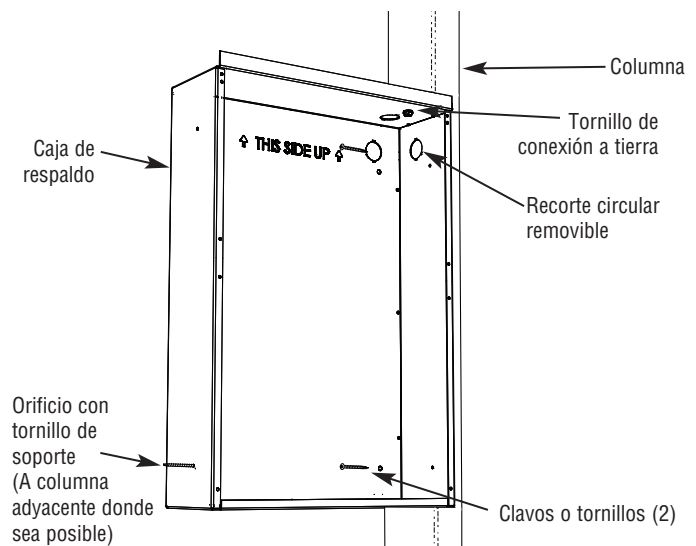

Figura 2 - Sujeción de la caja de respaldo a la columna
1. En construcción nueva sin pared terminada, coloque la caja de respaldo contra el lado de la columna permitiendo que el lado se extienda más allá de la columna de modo que la caja quedará a ras con la superficie de pared terminada. (Durante la instalación, usted debe conocer el espesor de la pared terminada). Asegure la caja a la columna utilizando dos tornillos (no incluidos) según se muestra en la Figura 2.
- a. Cuando sea posible, instale un tornillo largo adicional (tal como un tornillo para madera de 3") a través del orificio de montaje inferior y dentro de la columna más cercana (vea la Figura 2). Tenga cuidado y no apriete en exceso el tornillo ya que esto deformará la caja de respaldo y dificultará o hará imposible la instalación del conjunto calefactor. El tornillo sólo debe apretarse lo suficiente para mantener el tornillo en su sitio.
- b. Taladre un orificio pequeño en la caja de respaldo a ras con la superficie interior de la pared terminada e instale un tornillo (la longitud no es decisiva, pero debe ser de 1 pulgada como mínimo), vea la Figura 2.
1. Ubique una columna, marque cuidadosamente y corte una abertura que mida 12-1/4" (311 mm) de ancho por 17-3/4" (451 mm) de alto, de modo que un lado de la abertura quede a lo largo del borde de una columna – vea la Figura 2.
3. Encaje la caja de respaldo dentro de la abertura alineando los lados de la caja a ras con la superficie de la pared terminada y asegure la caja a la columna utilizando dos tornillos (no incluidos) según se muestra en la Figura 2.
5. Inserte un tornillo para madera #8, de tres pulgadas de longitud (no suministrado) a través del lado libre de la caja de respaldo no montado en la columna, y asegure en el orificio de montaje inferior. Esto evitará que la caja de respaldo sea extraída del lado no-soportado al instalar el conjunto calefactor. Tenga cuidado de no atornillar el tornillo para madera más de 3/8" dentro de la columna. Un atornillado excesivo causaría que la caja de respaldo se desalinee. Vea la Figura 2.